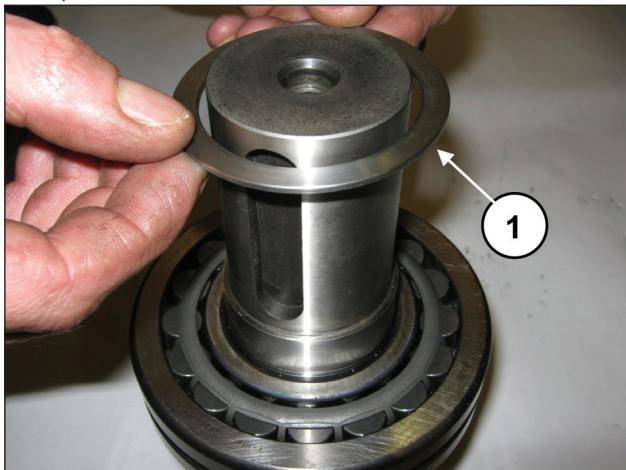
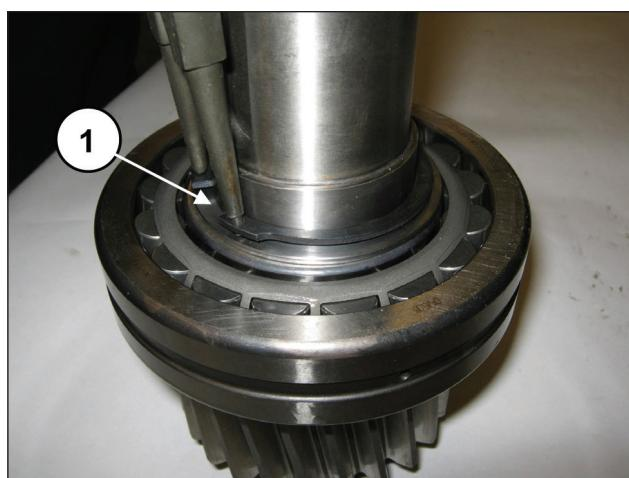

图 85
图 86
插入和轴承支撑环 (①, 图 85) 并放入开口环  $\varnothing 55$  (①, 图 86)。